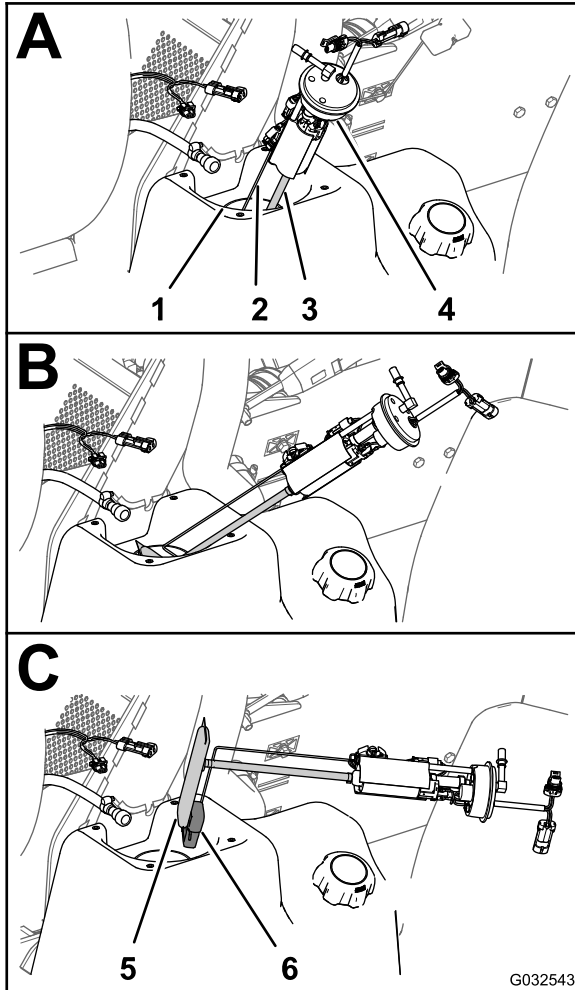
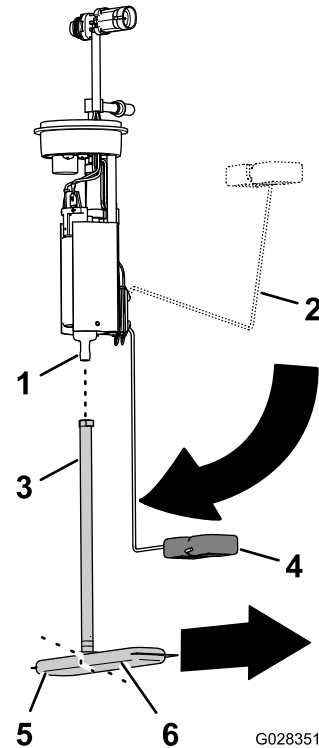

図 73
図 74
- 燃料ポンプ / センダーユニットを回しながら慎重に燃料タンクの首から外す 図 73。
- 燃料ポンプのフィッティングから燃料フィルタのピックアップチューブを外す 図 74。
- 新しい燃料フィルタのピックアップチューブを、燃料ポンプのフィッティングに合わせる 図 74。
- 燃料フィルタの長い方の脚を、フロートのアームが「残量ゼロ」位置の時のフロートに合わせる 図 74。
- 燃料ポンプのフィッティングをピックアップチューブの一番奥まで入れる 図 74。
1. フロートのアームとピックアップチューブを支えながら、フロートと燃料フィルタを燃料タンク内に入れる 図 73。
2. 燃料ポンプ / センダーユニットを、燃料タンク内部に入れる 図 73 と 図 74。
3. 燃料ポンプ / センダーユニットおよび燃料タンクの首にシールとナットを取り付け、ナットを十分に締め付ける 図 73。
4. 燃料ポンプのフィッティングに燃料ホースのカップリングを接続する 図 73。
5. 燃料ポンプ / センダーユニットの 2ピンコネクタを、車両用のワイヤハーネスの 2ソケットコネクタに接続し燃料ポンプ / センダーユニットの 2ソケットコネクタを、車両用のワイヤハーネスの 2ピンコネクタに接続する 図 73。